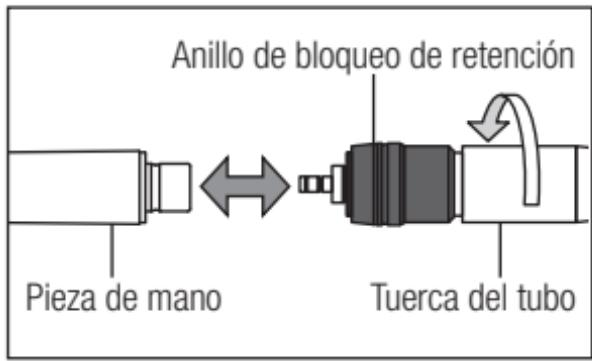

Fig. 3
**X450QD** (1) Conexión
- 1) Inserte el acoplamiento en el conector de la manguera y apriete la tuerca de la manguera. (Fig. 3)